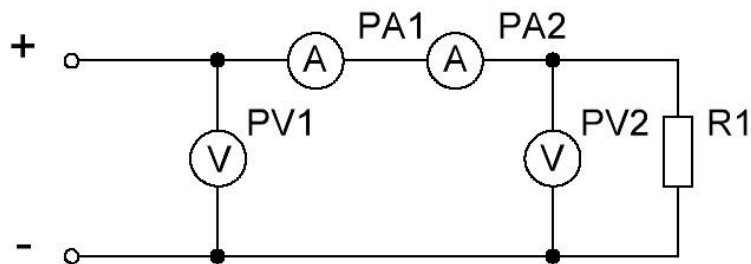

Рис.3 - Электрическая схема установки с одновременным измерением напряжения и тока
6. Собрать схему (рис. 3). $R_2 = 10$ Ом будет неизвестным сопротивлением большой величины.